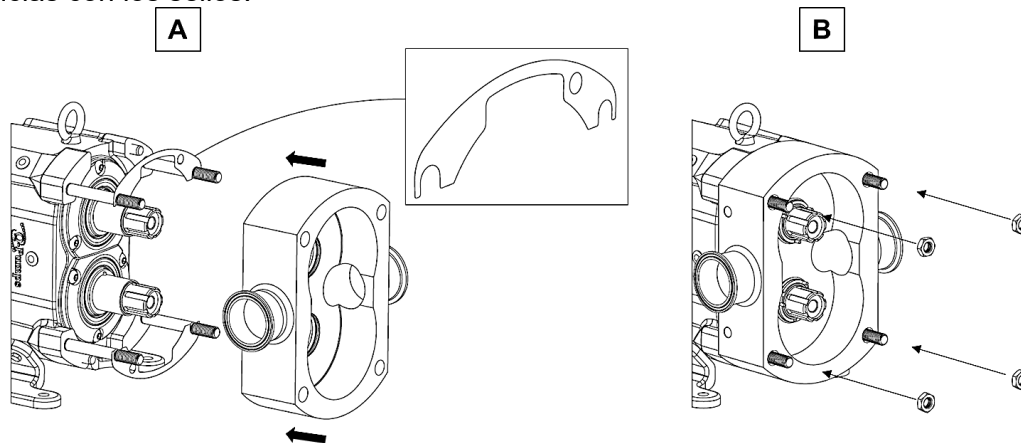

Figura 61: Instalación de laines y cuerpo de bomba
- Asegúrese de que todos los componentes del sello estén instalados siguiendo las instrucciones de "Ensamble del sello" en la página 17. Asegúrese de que los pernos guía estén en su lugar y de que todas las piezas, incluido el cuerpo, los rotores y las tuercas del rotor, estén limpias y libres de materias extrañas. Instale las laines correctas en la caja de engranes, usando grasa para mantenerlas en su lugar, si es necesario. Deslice lentamente el cuerpo sobre los birlos y a través de las flechas de la caja de engranes, asegurándose de que los sellos se mantengan en su lugar y no se dañen (Figura 61, A). Instale las cuatro tuercas de sujeción y apriete el cuerpo contra la caja de engranes (Figura 61, B). Gire las flechas para asegurarse de que no haya interferencias con los sellos.